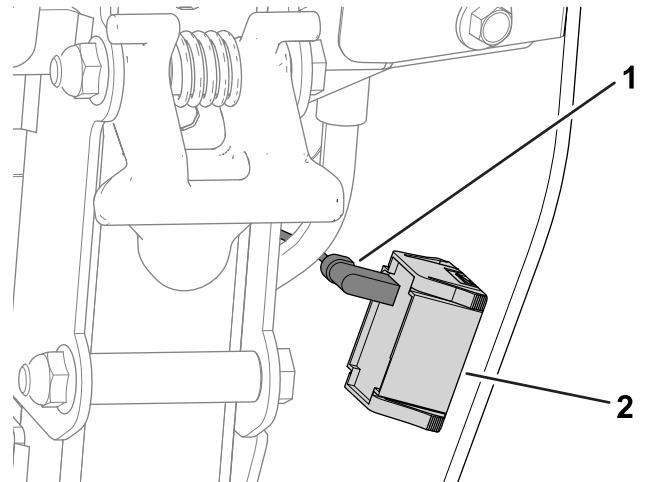

Figure 42
- A. Débranchez le connecteur du faisceau de câblage du compteur horaire (Figure 42).